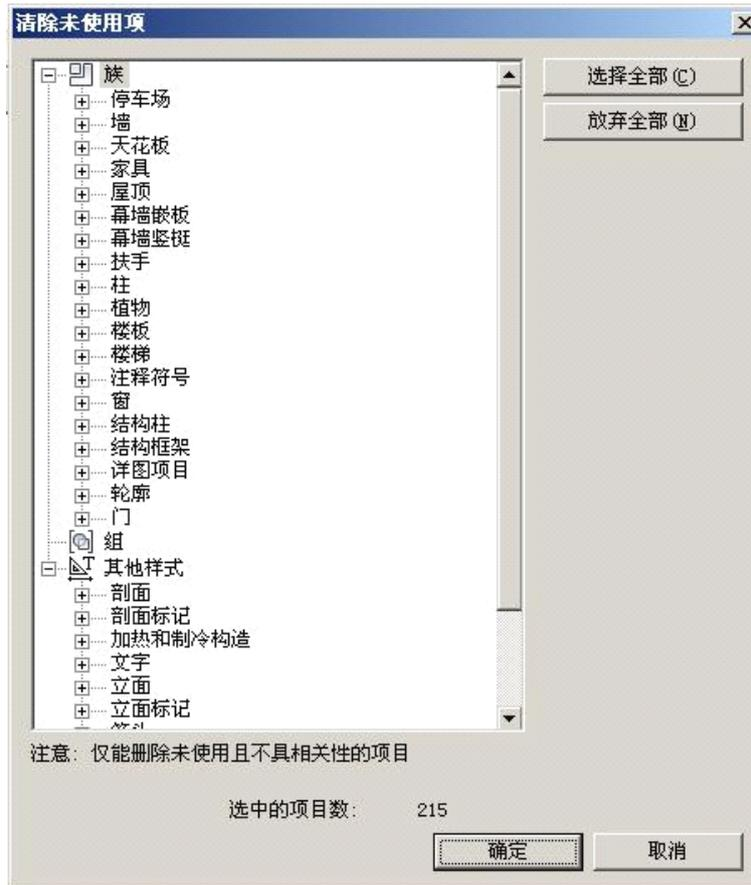

图 17.4-6
- 使用“清除未使用项”命令：单击“管理”选项卡中的“项目设置”面板下的“清除未使用项”命令，弹出“清除未使用项”对话框。“清除未使用项”对话框中列出所有可从项目中卸载的族和族类型，包括标准构件和内建族（如图 17.4-6 所示）。